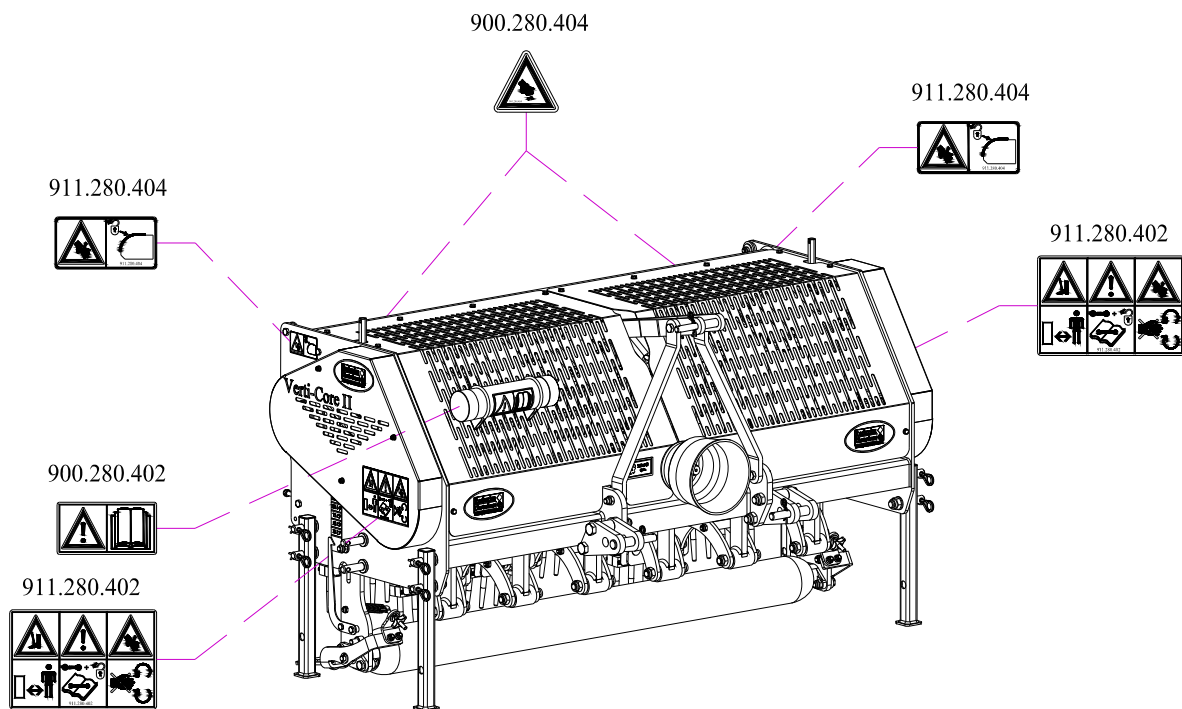

Bild 7
(7) Placering säkerhetsdekaler. (Bild 7)